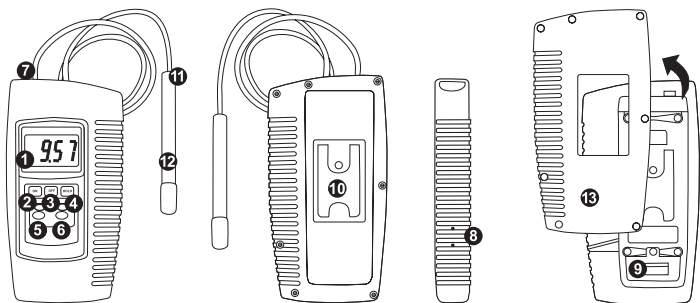

Abbildung 1
- 1) Leitfähigkeits-Elektrode (Abb. 1, 12) mit dem Elektrodenanschluss verbinden (Abb. 1, 7).
- 3) Bereich 2 mS/cm oder 20 mS/cm mit der entsprechenden Taste auswählen (Abb. 1, 5 or 6).
- 4) Leitfähigkeits-Elektrode (Abb. 1, 11), in die Probe eintauchen.
- ii) 2 mS/cm-Bereich wählen (Abb. 1, 5).
- iii) Leitfähigkeits-Elektrode in die Kalibrier-Lösung eintauchen (Abb. 1, 11). Elektrode mehrere Male hin und her bewegen um Luftbläschen von der Elektrode zu entfernen. Hierdurch wird der Messwert stabil. Wert solange korrigieren (siehe oben) bis in der Anzeige genau 1,413 mS/cm angezeigt wird. Temperaturrichtigkeit des Messwertes beachten.
- ii) Vor dem Batteriewechsel ist die Schutzarmierung zu entfernen. Zum Austausch der Batterie den Batteriefachdeckel an der Rückseite des Gerätes lösen (Abb. 1, 9).